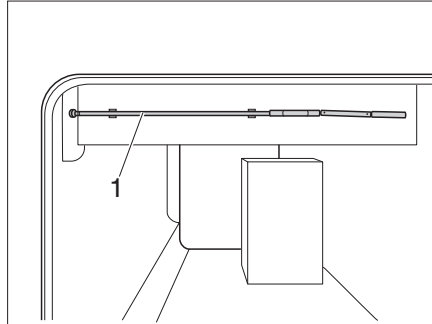

Bild 145 Kurbel zur Höhenverstellung
- Kurbel (Bild 145,1) aus der Halterung nehmen.